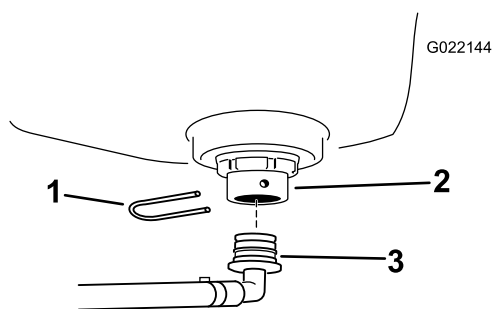

Figura 4
1. Instale el pasamuros en el depósito de enjuague (Figura 4).